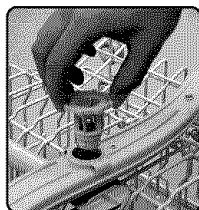

Figure 49/Ilus. 49
2. Grasp the lower spray arm, as shown in Figure 48, and gently pull the lower spray arm upward, as shown in Figure 49.
2. Saisir le bras gicleur, comme à la figure 48, et tirer délicatement le bras vers le haut, comme à la figure 49. S'il faut nettoyer le bras gicleur, le rincer à grande eau.
2. Agarre el brazo de rocío inferior como muestra la Ilustración 48 y delicadamente jálelo hacia arriba como muestra la Ilustración 49. Si necesita eliminar obstáculos de los orificios del brazo de rocío, límpielos con un chorro de agua.